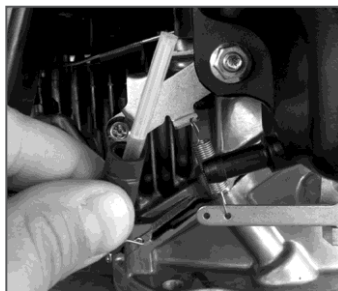

Рис. 16 Топливный фильтр
4. Извлеките из топливного шланга топливный фильтр (Рис. 16).